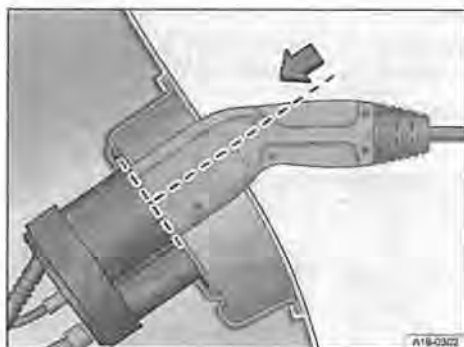

Fig. 111 Connettore di ricarica inserito completamente nella presa di ricarica (esempio)
- Tenendolo dritto, infilare il connettore di ricarica nella presa di ricarica. Accertarsi che il connettore di ricarica sia inserito completamente → fig. 111.